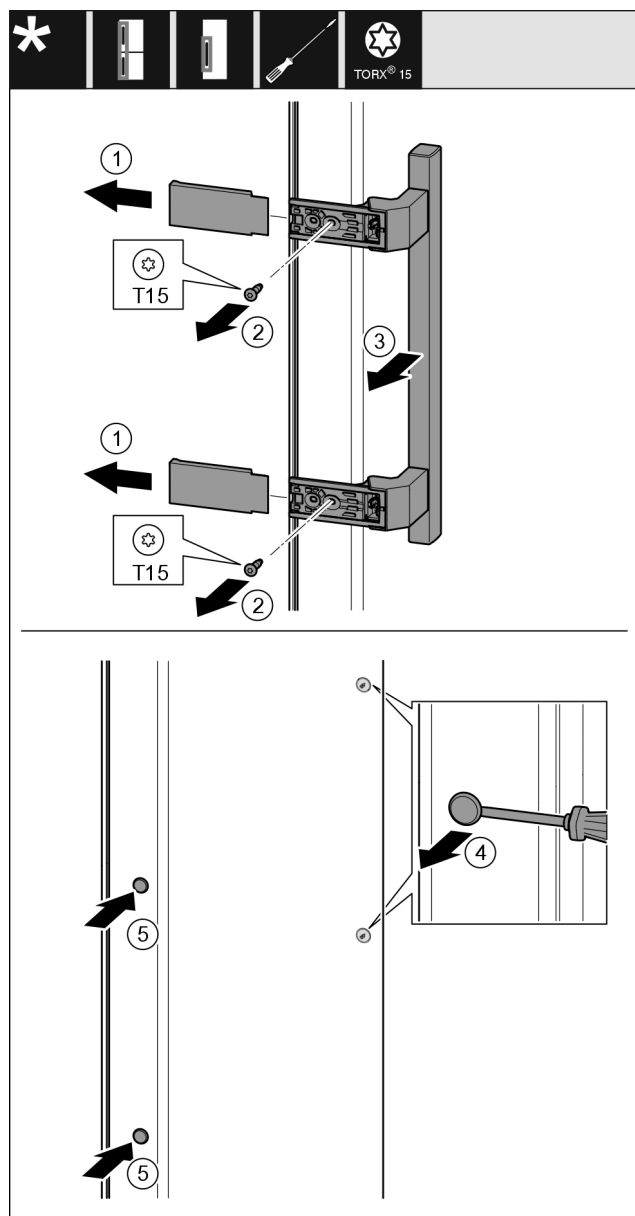

Fig. 8
- Stáhněte kryt. Fig. 8 (1)
- Šroubovákem Torx 15 vyšroubujte šrouby. Fig. 8 (2)
- Sejměte madlo. Fig. 8 (3)
- Postranní zátku opatrně plochým šroubovákem nadzvedněte a vytáhněte. Fig. 8 (4)
- Zátku opět vložte na druhé straně. Fig. 8 (5)